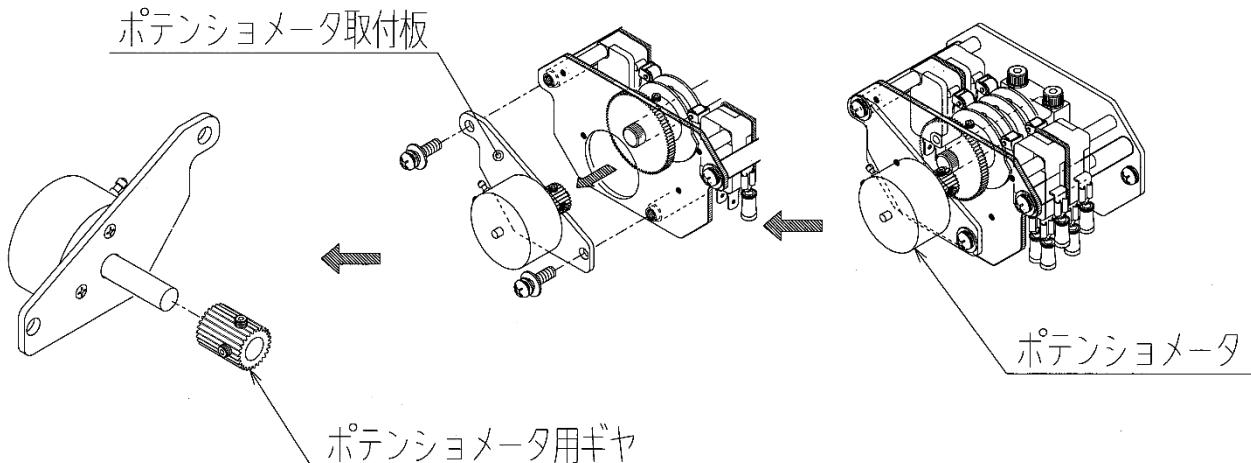

図 10：ポテンショメータの取り外し
(1) ポテンショメータの交換要領（制御動作C形、巻線抵抗形ポテンショメータ  $135\Omega$  の場合）
- ① コントロールモータを電動動作で全閉位置とし電源を遮断します。
- ② コントロールモータのカバーを外します。
- ③ 端子箱カバーを外し、端子BM, RM, WMに接続されている外部配線を解線します。
- ④ 端子RM-WM間にテスタ（抵抗レンジ）をあて抵抗値を測定、記録します。
- ⑤ ポテンショメータ本体の3端子に接続されているリード線色と端子番号を記録します。
- ⑥ ポテンショメータの端子付近からリード線を切断します。
- ⑦ ポテンショメータ取付板を取り外します。（図10参照）
- ⑧ ポテンショメータに付いているギヤを取り外します。ポテンショメータを取付板から取り外します。
- ⑨ 新しいポテンショメータを取付板に取付け、⑧で取り外したギヤをポテンショメータ軸に取付けます。（図10参照）
- ⑩ リード線をポテンショメータ端子にはんだ付けします。リード線は⑤で記録した内容通りに接続してください。又、端子へのはんだ付け作業は出来るだけ手早く行ってください。
- ⑪ ポテンショメータ取付板を本体に取付けます。この時、端子RM-WM間の抵抗値を測定し、おおよそ④で測定した数値に近い位置で組み付けると、後工程の調整作業がやり易くなります。尚、組み付けの際はギヤのかみ合い状態がきつくなりすぎないように注意してください。（若干のかみ合いガタがある程度が良い状態です）
⑤RM端子に（+）、WM端子に（-）をテスタ（電圧レンジ）にてあて、電圧値を測定、記録します。
⑥ポテンショメータ本体の3端子に接続されているリード線色と端子番号を記録します。
⑦ポテンショメータの端子付近からリード線を切断します。
⑧ポテンショメータ取付板を取り外します。（図10参照）
⑨ポテンショメータに付いているギヤを外し、ポテンショメータを取付板から取り外します。